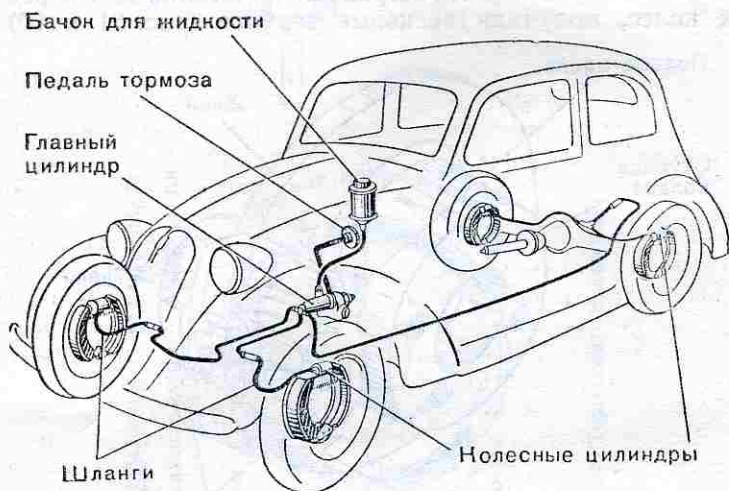

Рис. 63. Схема гидропривода тормозов
**Гидропривод.** Гидропривод тормозов (рис. 63) состоит из главного тормозного цилиндра и соединенного с ним бачка для тормозной жидкости, колесных тормозных цилиндров и трубопроводов (трубок и гибких шлангов). В приводе этого типа усилия от педали к колодкам передаются тормозной жидкостью, которой заправляют ци-